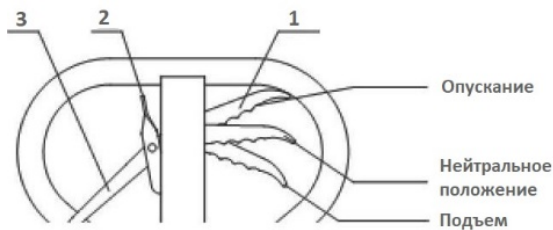

Рис.5
5.1. Когда процесс сборки гидравлической роклы будет завершен, нужно проверить ее работоспособность. Для этого требуется прокачать гидравлический насос, с помощью рукоятки, и управлять различными положениями ручки 1 для того, чтобы изучить режимы работы - подъем, нейтральную позицию и опускание, а также проверить нормальное функционирование ручки и рукоятки (смотрите рис. 5).
6.3. Посмотрите на рис. 5, когда ручка 1 находится в положении подъема, то тележка будет в готовности к подъему. В то же время, если Вы будете качать рукоятку, вилы тележки будут подниматься.
6.4. Перемещать тележку в горизонтальной плоскости можно, когда ручка 1 находится в нейтральном положении (см. рис. 5). При этом вилы не будут перемещаться в вертикальном направлении (вверх/вниз), если
вы будете качать рукоятку. Для того, чтобы вилы автоматически начали опускаться, ручку нужно нажать и перевести в соответствующее положение (см. рис. 5).
6.5. Посмотрите на рис. 5, чтобы перевести тележку ручную гидравлическую в состояние свободного хода, нужно ручку 3 переключить в нижнее положение.
6.6. Посмотрите на рис. 5, когда ручка 3 расположена вверх, тележка будет в состоянии торможения.
6.7. Посмотрите на рис. 5, ручка 2 используется для снятия тормозов.